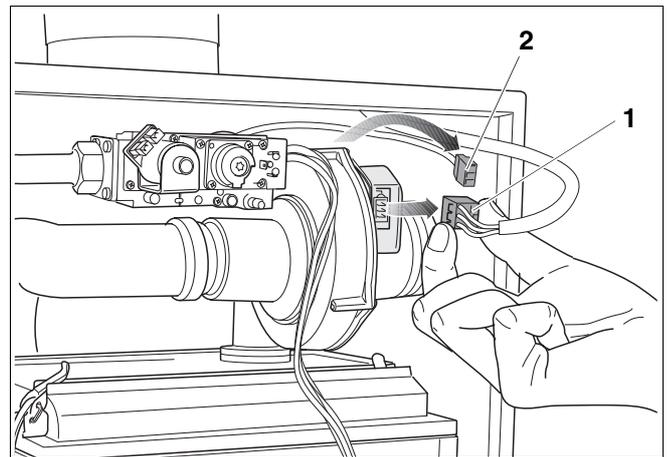

Fig. 111 Allentare le spine del ventilatore
- Estrarre la spina per il collegamento alla rete (fig. 111, **pos. 1**) sul ventilatore.
- Estrarre la spina dei cavi (fig. 111, **pos. 2**) sul ventilatore. Per procedere in questo senso, allentare il dispositivo di bloccaggio sulla spina, esercitando una leggera pressione.